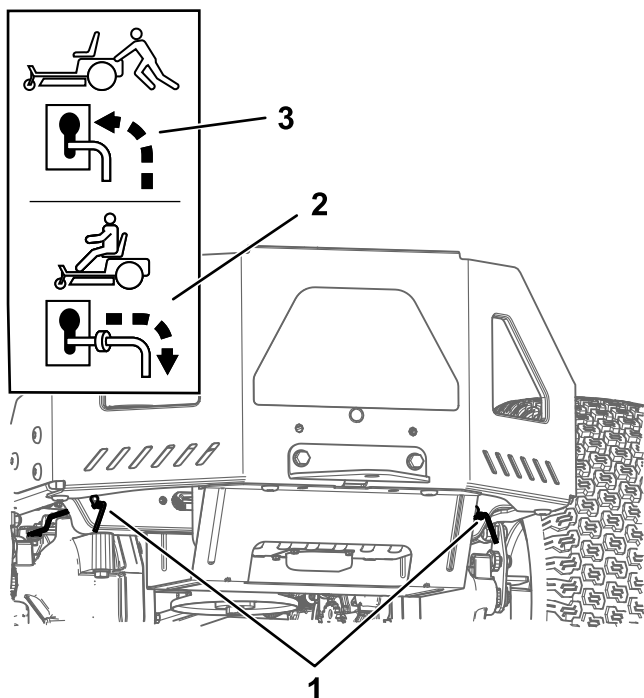

図 31
- 両方のバイパスレバーをスロットに沿って前に動かす、更に下に動かしてロックする 図 31。